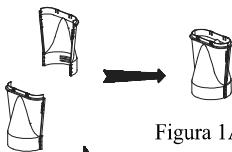
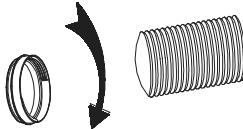
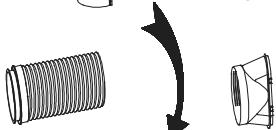
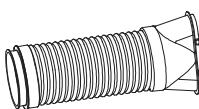

Figura 1A
Figura 2A
Figura 1
Figura 2
1.1 Assemblaggio del connettore esterno del tubo di scarico dell'aria calda (Figura 1A), connettore corto del tubo di scarico dell'aria calda (Figura 2A), connettore esterno del tubo di scarico dell'aria calda e connettore corto del tubo di scarico dell'aria calda (Figura 1, Figura 2)
(1) Estrarre i due pezzi del connettore esterno del tubo di scarico dell'aria calda; questi due pezzi hanno la stessa struttura.
(2) Sorreggere un pezzo con ciascuna mano e posizionare il giunto di un pezzo in corrispondenza della scanalatura dell'altro e spingerli uno contro l'altro fino a farli incastrare saldamente (**Figura 1A**).
(3) Estrarre il tubo di scarico dell'aria calda e il connettore circolare. Tirare verso l'esterno la parte terminale del tubo e avvitarlo in senso antiorario sulla parte con gli incavi del connettore circolare per andare a formare il gruppo del tubo di scarico A (**Figura 2A**).
(4) Tirare verso l'esterno l'altra parte terminale del tubo di uscita dell'aria calda e avvitare la parte terminale circolare del connettore del tubo di uscita dell'aria calda per andare a formare il gruppo del tubo di scarico (**Figura 2**).